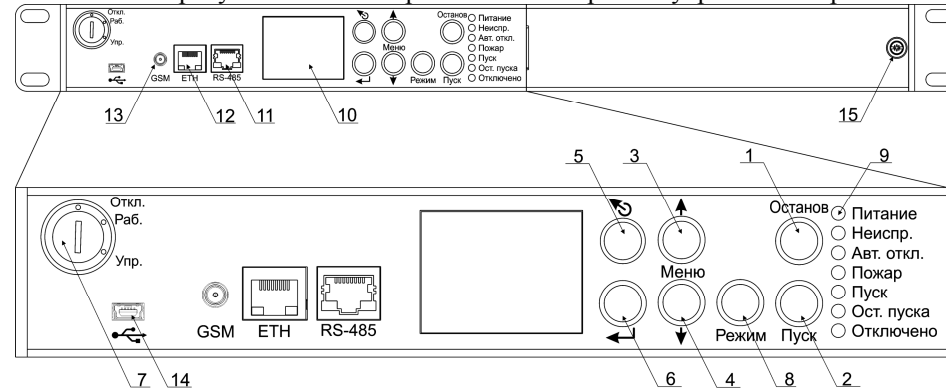

Рисунок 2
6.1.1.3 Перечень органов управления, разъемов (см. рисунок 2) и их назначения:
ческой блокировки в положение «Упр.» и с помощью меню на передней панели и клавиш **5, 6** (см. рисунок 2) управления произвести настройку прибора, также возможна настройка прибора через внешние интерфейсы с помощью программ управления.